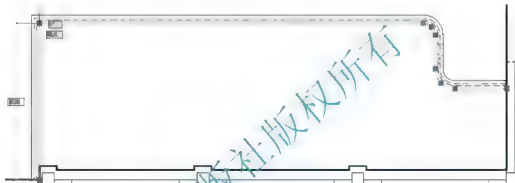

图 4.113 定义相对坐标的基本点
(1) 在无命令时单击内侧灯槽线，然后单击左上角的蓝色夹点使其变成红色，如图 4.113 所示，按 Esc 键两次取消夹点，以定义下一步操作的相对坐标基本点。